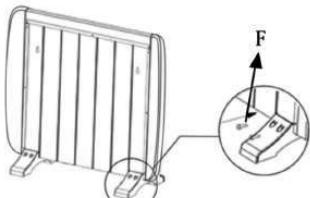

Figura 12
1. Atornille las dos patas en la parte trasera inferior del calentador con los cuatro tornillos provistos (F), 2 tornillos por pata. (Figura 12).